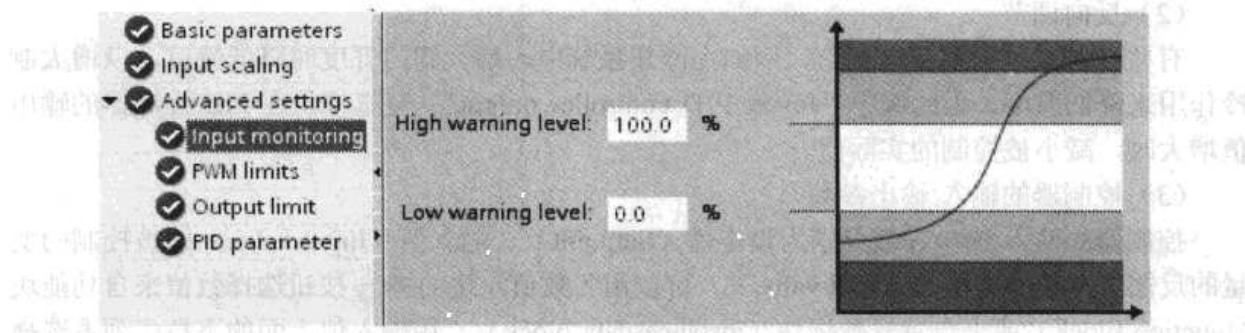
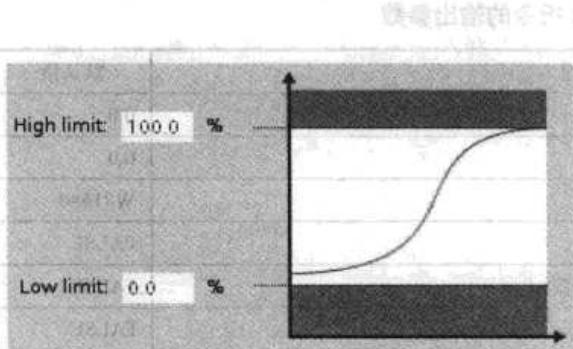
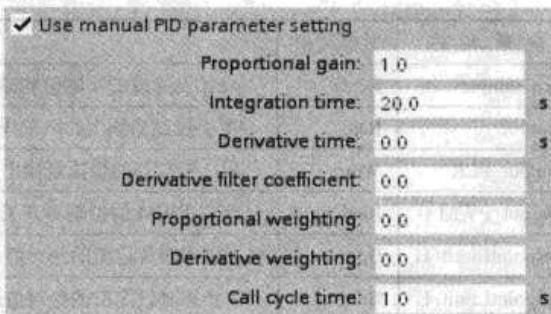

图 9-9 组态 PID 控制器的高级参数
图 9-10 PID 控制器的输出限制
图 9-11 PID 参数设置
2) 在组态窗口选中了“Use manual PID parameters setting”复选框（见图 9-11）。
为了设置 PID 的高级参数，打开项目树中的文件夹“\PLC\_1\Technological Objects\PID\_DB”，双击其中的“Configuration”（见图 9-7），打开 PID\_Compact 技术对象。点击图 9-7 中 PID\_Compact 指令右上角的图标，也可以打开 PID\_Compact 技术对象（见图 9-9）。
选中左边窗口的“Input monitoring”，在右边的输入监视区（见图 9-9），可以设置输入的上限报警值（High warning level）和下限报警值（Low warning level）。运行时如果输入值超过设置的上限值或低于下限值，指令的 Bool 输出参数“InputWarning\_H”或“InputWarning\_L”将变为 1 状态。
选中图 9-9 左边窗口的“PWM limits”，在右边的 PWM 限制区，可以设置 PWM 允许为 ON 和 OFF 的最长时间。该设置影响指令的输出变量“Output\_PWM”。PWM 的开关输出受“PID\_Compact”指令的控制，与 CPU 集成的脉冲发生器无关。
选中图 9-9 左边窗口的“Output limits”，在右边的输出限制区（见图 9-10），设置输出变量的限制值，使手动模式或自动模式时 PID 的输出值不超过上限和低于下限。用“Output\_PWM”作 PID 的输出值时，只能控制正的输出变量。
选中图 9-9 左边窗口的“PID parameter”，在右边的 PID 参数区（见图 9-11），选中“Use manual PID parameters setting”复选框，可以手动设置 PID 的参数。图中自上而下的参数分别是比例增益、积分时间、微分时间、微分滤波器系数、比例加权因子、微分加权因子和调用 PID 指令的循环时间。